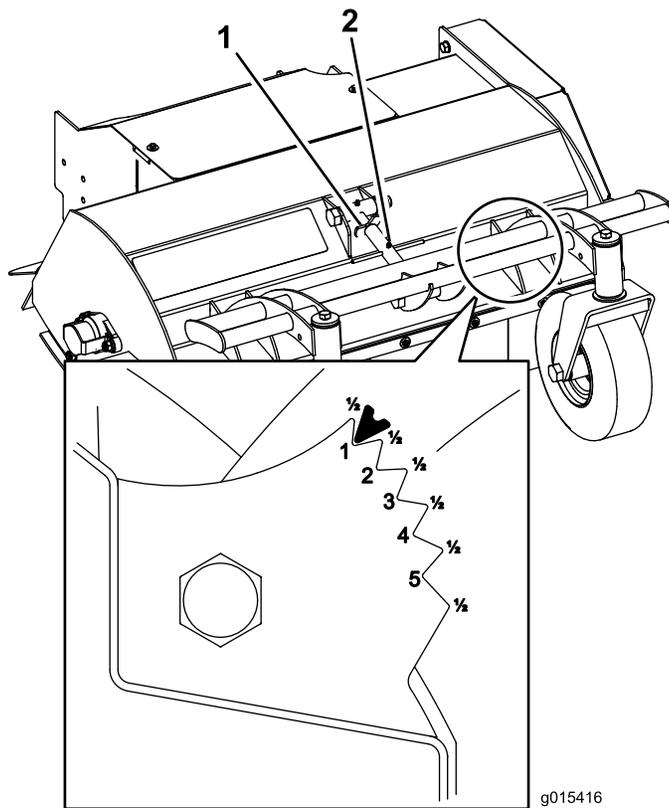

Figura 3
3. Guardando il tosaerba dalla parte anteriore, rilasciate il blocco del tirante (**Figura 3**).
- Ruotate il tirante in senso orario per abbassare l'altezza di taglio, e in senso antiorario per sollevarla fino a quando non avrete raggiunto l'impostazione desiderata sull'indicatore dell'altezza di taglio (Figura 3).
- Impostate il blocco del tirante in modo che blocchi l'impostazione dell'altezza di taglio (Figura 3).